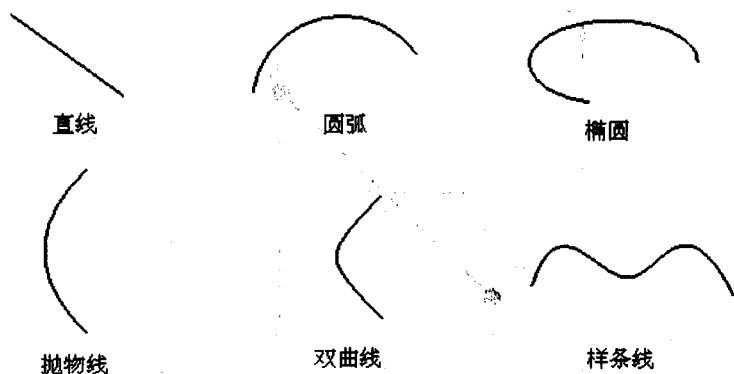

图1-1 曲线类型
- 曲线：曲线的几何元素包括直线、圆弧、椭圆、抛物线、双曲线、NURBS 样条曲线，如图1-1所示。